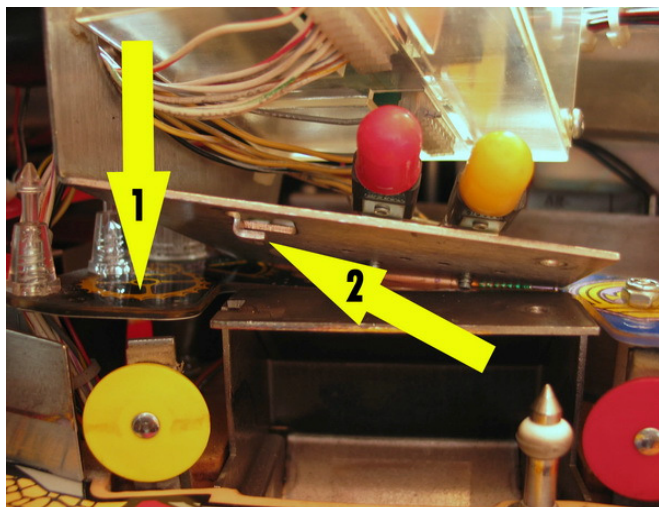

Figure 1
- Couvrir le terrain de jeu en position de service horizontale et retirez la vis Phillips directement sur le « Piano-Hole." Maintenant, vous construisez l'horloge comme décrit dans la figure 1, montrant. **Attention: seules les commandes Dessiner sur la feuille, et non sur le logement.** Les fils en plastique sont très être fragile.